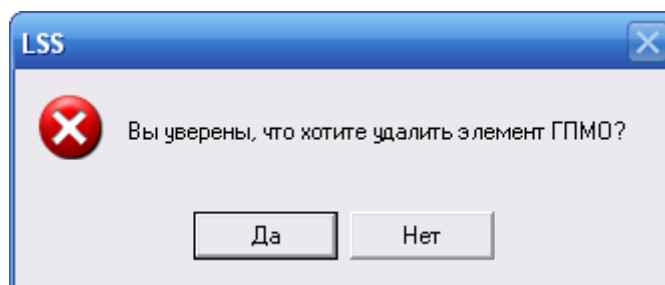

Рис. 11-8
4. В появившемся окне подтвердите удаление объекта ГПМО (рис. 11-8).